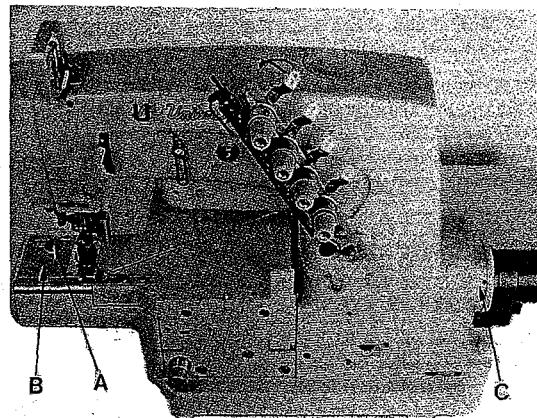
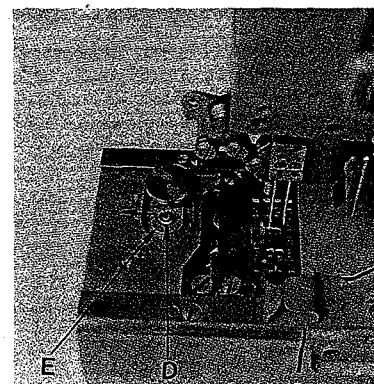

Fig. 25
Fig. 26
The stitch length is changed by pressing push button (A, Fig. 25) and simultaneously rotating handwheel (C). The push button (A) engages within one revolution of the handwheel and the stitch length change starts. Rotating the handwheel clockwise shortens the stitch, rotating it counterclockwise increases the stitch.
Before the machine leaves the factory the stitch length change mechanism is locked. When removing cover (B, Fig. 25) and loosening screw (B, Fig. 26) with the hexagon socket wrench, which is delivered with the machine, lever (E, Fig. 26) can be swung in the direction of the arrow, unlocking the stitch length change mechanism.
Die Stichlänge wird durch leichtes Drücken auf den Knopf (A, Fig. 25) und gleichzeitiges Drehen des Handrades (C) eingestellt. Nach spätestens einer Umdrehung des Handrades rastet der Knopf (A) ein und die Stichverstellung beginnt. Drehen des Handrades im Uhrzeigersinn verkleinert den Stich, drehen im Gegenuhrzeigersinn vergrößert ihn.
Vor dem Versand der Maschine wird die Stichlängenverstellung blockiert. Entfernt man den Deckel (B, Fig. 25) und löst mit dem mitgelieferten Sechskantschraubendreher die Schraube (D, Fig. 26) kann der Hebel (E, Fig. 26) in Pfeilrichtung nach links geschwenkt werden und die Arretierung der Stichlängenverstellung ist aufgehoben.